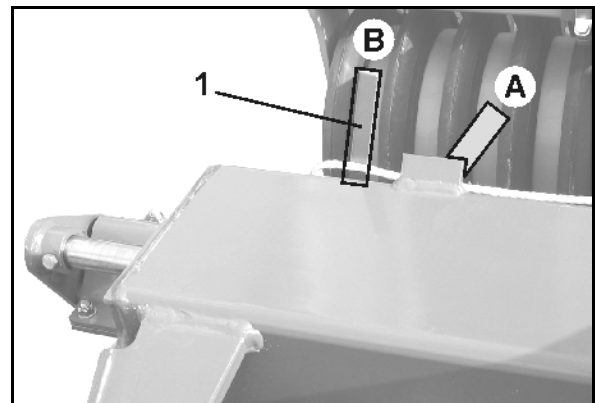

Fig. 27
- Fig. 27 - høyre maskinside, pos. A.